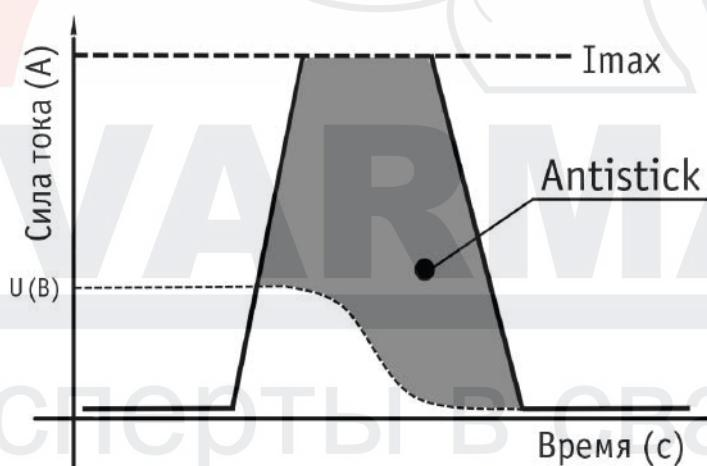

Рис. 11.1.3. Antistick.
**Antistick:** данная функция устраниет прилипание электрода к изделию. Аппарат автоматически снижает ток до минимального, чтобы не допустить перегрев электрода (см. рис. 11.1.3).